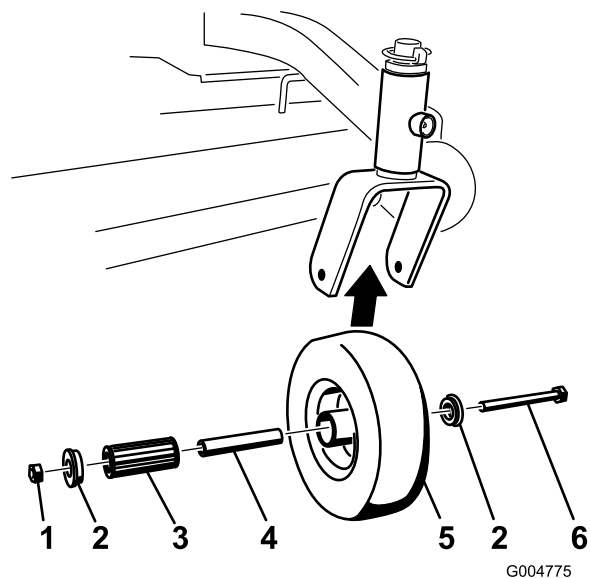

Bild 34
- Entfernen Sie die Sicherungsmutter und die Radschraube, mit denen das Laufrad an der Laufradgabel befestigt ist (Bild 34).
2. Entfernen Sie eine Büchse und ziehen Sie dann die Steckbüchse sowie das Rollenlager aus der Radnabe heraus (Bild 34).
3. Entfernen Sie die andere Büchse aus der Radnabe und entfernen Sie Fett- und Schmutzrückstände von der Nabe (Bild 34).
4. Prüfen Sie das Rollenlager, die Büchsen, die Spannbüchse und die Innenseite der Radnabe auf Abnutzung. Tauschen Sie abgenutzte und beschädigte Teile aus (Bild 34).
5. Stecken Sie zum Zusammenbauen eine Büchse in die Radnabe. Fetten Sie das Rollenlager und die Vierkantbüchse ein und schieben beide in die Radnabe. Stecken Sie die zweite Büchse in die Radnabe (Bild 34).
6. Bringen Sie das Laufrad in der Laufradgabel an und befestigen Sie es mit der Radschraube und Sicherungsmutter. Ziehen Sie die Sicherungsmutter so weit fest, dass die Vierkantbüchse auf die Innenseite der Laufradgabeln trifft (Bild 34).